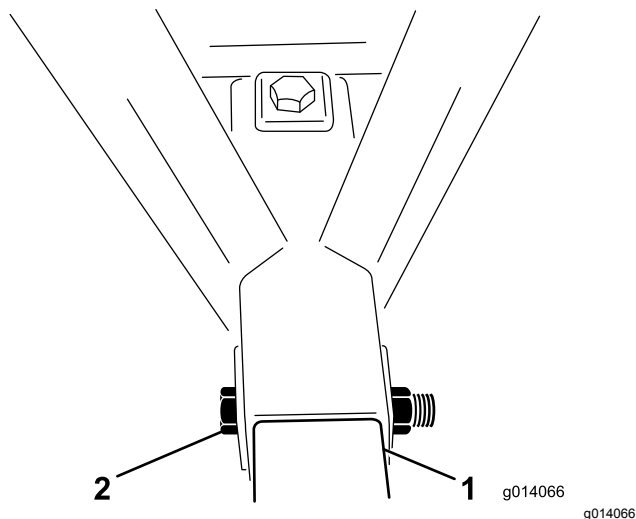

図 4
5. ボルト1 x 6½"1本を、フレームとヒッチチューブに通し、ロックナットで固定する図4。ロックナットを 976-1,193N·m 100-122 kg·m = 720- 880 ft-lb にトルク締めする。
6. ボルト1 x 6½"1本を、フレーム上部から下へヒッチチューブを貫通させてロックナットで固定する図4。ロックナットを 976-1,193N·m 100-122 kg·m = 720- 880 ft-lb にトルク締めする。